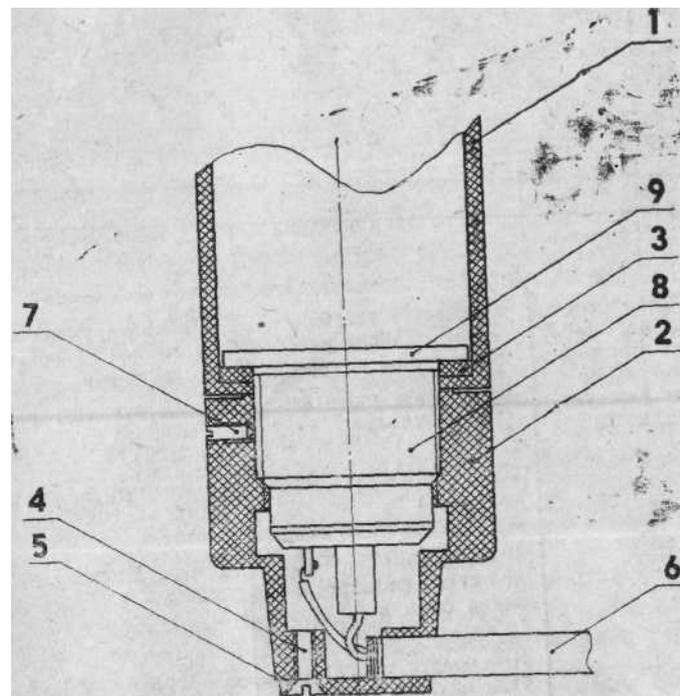

Рис. 2.
7.3. В случае нарушения герметизации в месте соединения стакана 1 (рис. 2) камеры с корпусом 2 замените герметизирующую прокладку 3, взяв запасную из комплекта поставки, следующим образом: